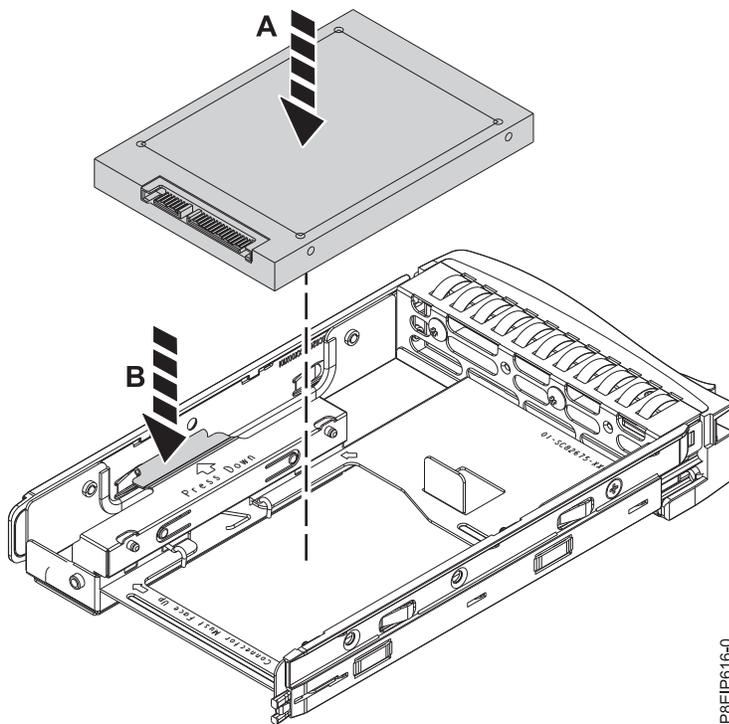

Abbildung 12. 2,5-Zoll-Laufwerk an der Halterung anbringen
- b. Öffnen Sie die Haltefelder (**B**) (siehe Abb. 12 auf Seite 13).